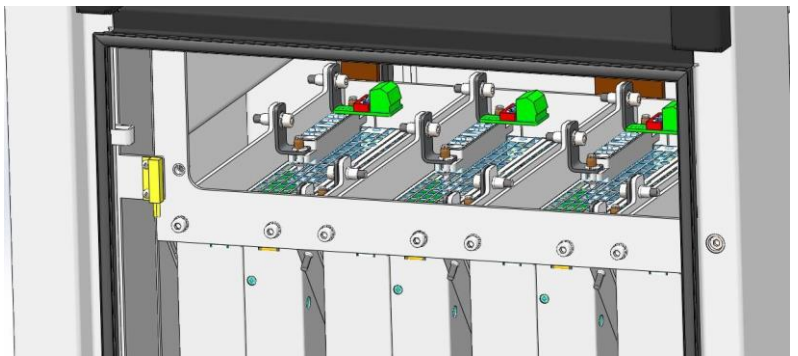

Рисунок 5.19. Подключение модулей
11. Закрепите клеммы снятыми ранее креплениями (рис. 5.19).